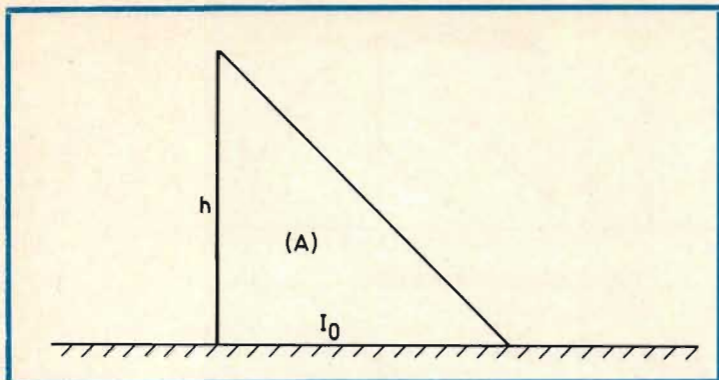

Fig 2. Strömfördelning på en kort antenn.
För att kunna utnyttja lobförändringen genom lämplig lutning av antennstrukturen utgår man ifrån aktuella prognoser för jonofärhöjden. Med kännedom om avstånd och riktning till motstationen eller det område som önskas belyst kan man med hjälp av diagram välja ut en lämplig vinkel (se fig 2).
För korta antenner — kortare än en elektrisk kvartsvåg — kan man sätta $R_r = 0,01215 A^2 \text{ ohm}$... (3) där storheten A framgår av fig 2 och betecknar ytan.
Antag, att man har en mycket kort antenn — mindre än 30° — enligt fig 2. Då kan man anta att strömmen är linjär, och att strömmen vid basen är t ex I_0 för att vid toppen vara noll.